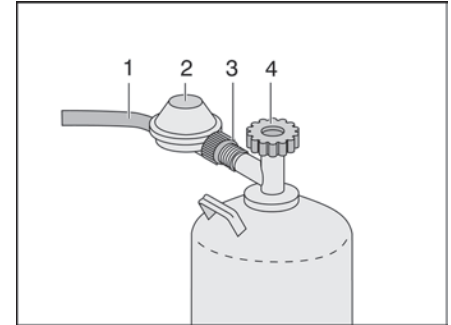

Fig. 60 Conexión de la bombonas de gas
- ▶ Cerrar la llave de paso principal (Fig. 60,4) de la bombona de gas. Observar el sentido de la flecha.
- ▶ Retener el regulador de presión de gas (Fig. 60,2) y abrir la tuerca moleteada (Fig. 60,3) (rosca a la izquierda).
- ▶ Retirar el regulador de presión de gas con la goma del gas (Fig. 60,1) de la bombona de gas.
- ▶ Acoplar el regulador de presión de gas (Fig. 60,2) con goma del gas (Fig. 60,1) a la bombona de gas y apretar la tuerca moleteada (Fig. 60,3) con la mano (rosca a la izquierda).